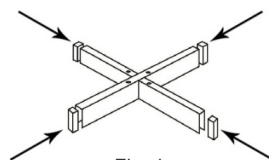

Fig. 1
1. Tome las dos piezas de la base de cruceta y encaje las cuatro tapas de los extremos. Cruce las piezas como se indica en la fig. 1.